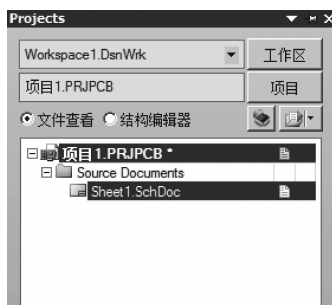

图 1-81 新建原理图文件
(4) 点击菜单：文件→创建→原理图，系统在当前项目下新建了一个名为 Sheet1.SchDoc 的原理图文件，并在工作窗口中打开，如图 1-81 所示。